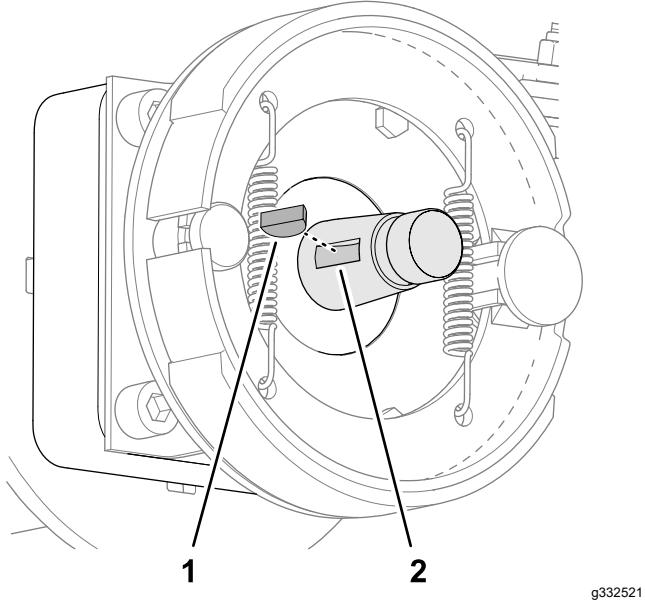

Figure 69
- Insérez la clavette demi-lune dans la rainure de l'arbre du moteur de roue (Figure 69).